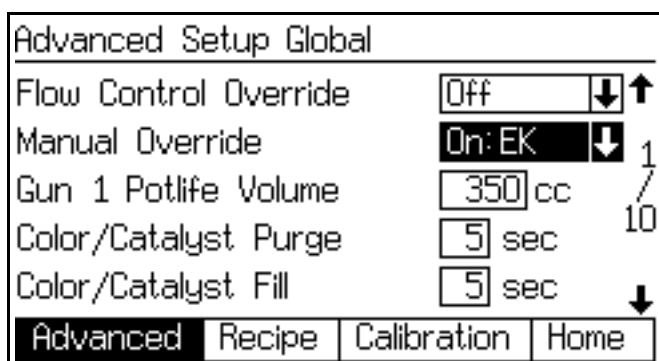

Рис. 96. Экран расширенной настройки 1
3. Перейдите в **Экран расширенной настройки 1** (см. Рис. 96). Включите переход на ручной режим.